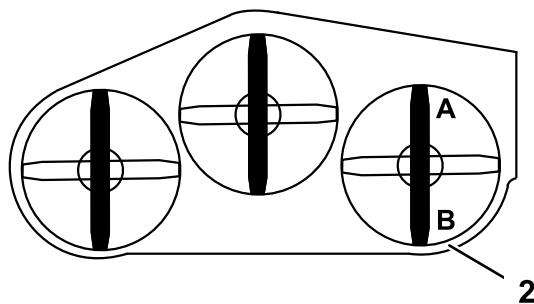

Figura 85
- Coloque una cuchilla en posición longitudinal. Mida en las posiciones **A** y **B** desde una superficie nivelada hasta el filo de corte de los extremos de la cuchilla (Figura 85).